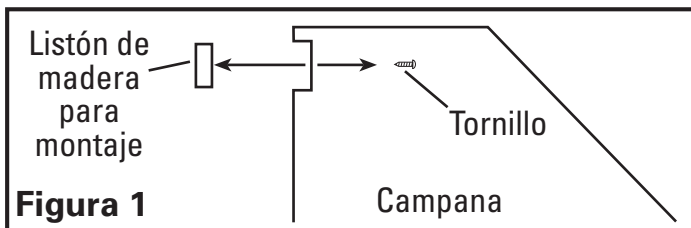

Figura 1
- Retire el listón de montaje de madera adosado a la parte posterior de la campana y colóquelo en un lugar seguro. Necesitará este listón posteriormente (Figura 1).